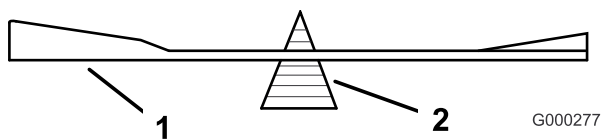
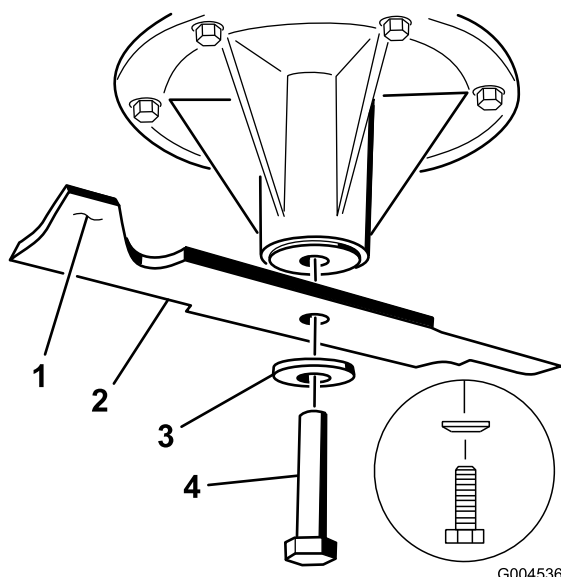

Figura 87
Figura 88
2. Retire del eje el perno de la cuchilla, la arandela curva y la cuchilla (Figura 88).
2. Verifique el equilibrio de la cuchilla colocándola sobre un equilibrador de cuchillas (Figura 87). Si la cuchilla se mantiene horizontal, está equilibrada y puede utilizarse. Si la cuchilla no está equilibrada, rebaje algo el metal en la parte de la vela solamente (Figura 88). Repita este procedimiento hasta que la cuchilla esté equilibrada.
1. Instale la cuchilla en el eje (Figura 88).
2. Instale la arandela curva y el perno de la cuchilla. El cono de la arandela curva debe estar orientado hacia la cabeza del perno (Figura 88).